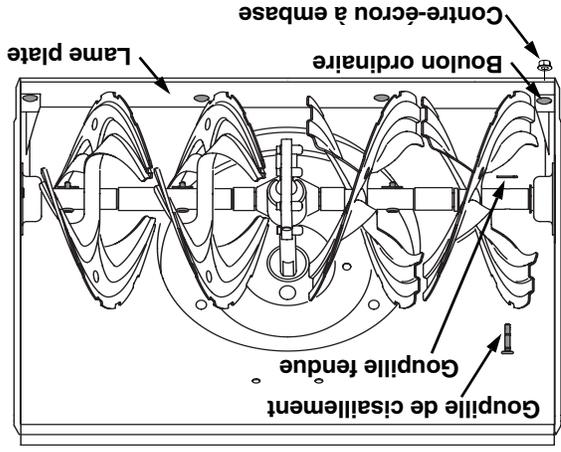

Figure 17
- Pour démonter la lame plate, enlevez les boulons ordinaires et contre-écrous à embase qui la maintiennent sur l'habitacle de la souffléuse. Voir la Figure 17.
Goupilles de cisaillement et deux goupilles fendues maintiennent les tarières sur l'arbre de la tarière. Les goupilles sont sensées de peut être cisailier si la souffreuse heurte un objet ou un bloc de glace. Voir la Figure 17.